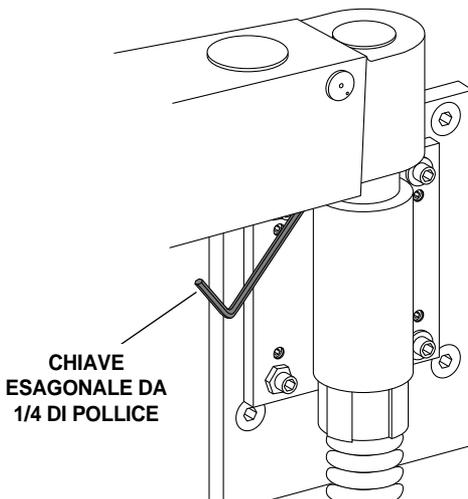

Figura 19. Regolazione della tensione della molla del braccio
1. Individuare la vite di regolazione nella parte inferiore del braccio (*vedere la Figura 19*).